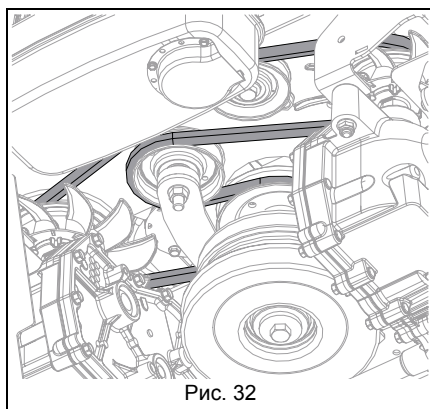

Рис. 32
- Установите ходовой приводной ремень. См. Рис. 32.